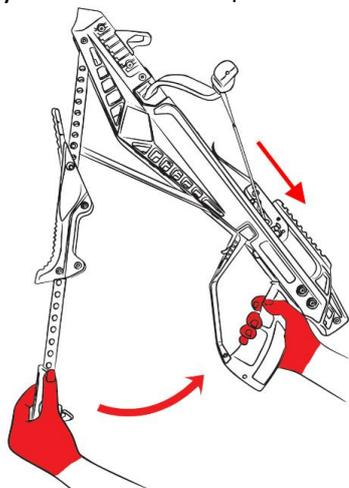

Рис.12
6. Далее, крепко удерживая рычаг, плавно верните его в первоначальное положение (Рис.12). Фиксатор взводного рычага должен прочно сцепиться с рукояткой с характерным щелчком.